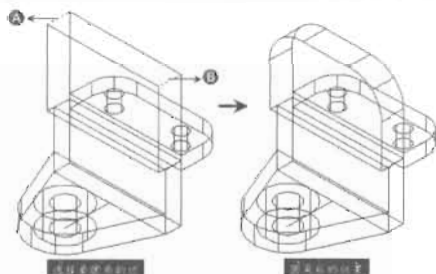

图 15-88
(10) 在命令行中输入 `Fillet` 命令, 或者单击“修改”工具栏中的“圆角”按钮 , 对如图 15-88 所示的边进行圆角处理, 命令执行过程如下。
选择第一个对象或 [放弃(U)/多段线(P)/半径(R)/修剪(T)/多个(M)]: //选择如图 15-88 所示的 A 边
选择边或 [链(C)/半径(R)]: //选择如图 15-88 所示的 B 边